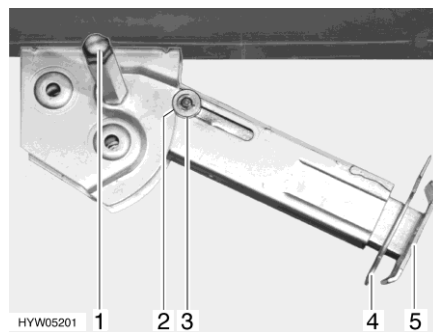

Bild 43 Stödben
- Placera hylsnyckeln på sexkanten (Bild 43,1) och vrid runt den tills stödbenet står rakt neråt.
- Drag ut sprinten (Bild 43,4) ur stödbensförlängningen (Bild 43,5).
- Placera hylsnyckeln på sexkanten (Bild 43,1) och vrid runt den tills stödbenet inte längre sitter mot marken.
- Skjut in stödbensförlängningen (Bild 43,5) helt och sätt in sprinten (Bild 43,4) i borrhålet på stödbensförlängningen.
- Vrid på sexkanten (Bild 43,1) med hylsnyckeln tills stödbenet har svängts upp och styrbrickan (Bild 43,3) befinner sig längst upp i skåran (Bild 43,2).